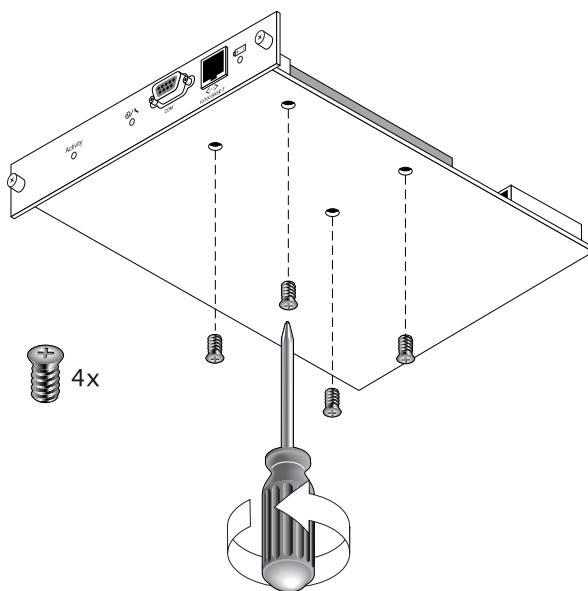

图 4-6 已卸下螺钉的电池模块的底面
4. 卸下模块底面的电池螺钉，从电池模块中松开电池，方法与图 4-6 所示的拆卸螺钉类似。